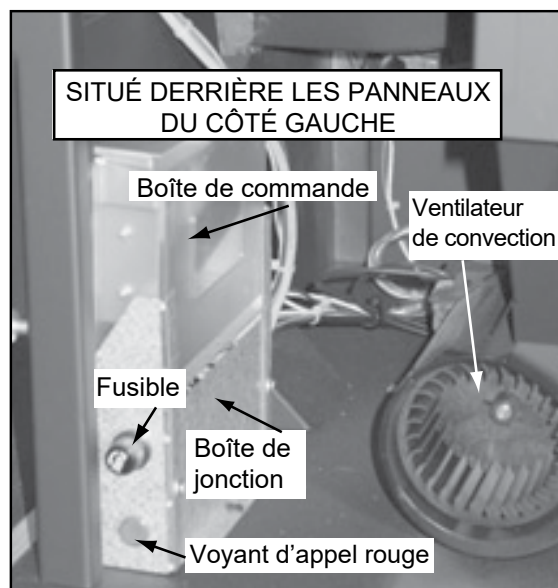

Figure 9.3
4. Regardez à travers l'orifice du côté inférieur gauche du panneau et vous verrez le voyant d'appel rouge allumé sur la boîte de commande. **Figure 9.3.** Cela indique que le thermostat demande de la chaleur. Sur le CAB50, le voyant peut être vu par l'arrière à travers l'orifice près du côté inférieur gauche du panneau arrière.
3. L'appareil peut parfois brûler tout le combustible et s'arrêter automatiquement. Dans ce cas, le voyant d'appel rouge sera allumé. **Voir la figure 9.3, page 9.**